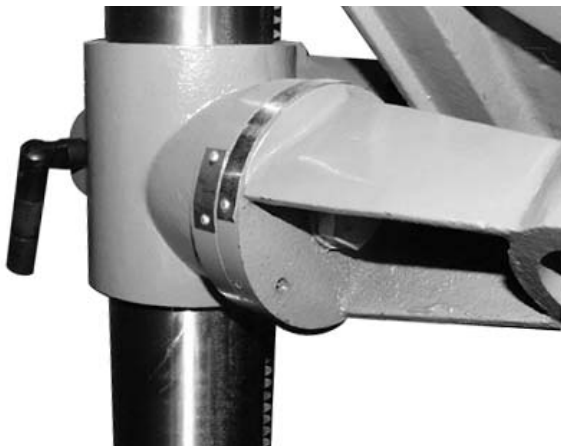

Abb. 7
- e) Sie können bei Bedarf den Bohrtisch kippen. Lösen Sie den Drehbolzen und entfernen Sie die Fixierschraube (Abb. 7). Die Mutter wird solange angezogen bis der Fixierstift von selbst herauspringt. Neigen Sie den Bohrtisch in den gewünschten Winkel (bis 45°) und ziehen Sie den Drehbolzen wieder fest an. Bei Zurücksetzen in die waagrechte Stellung verwenden Sie wieder die Fixierschraube.